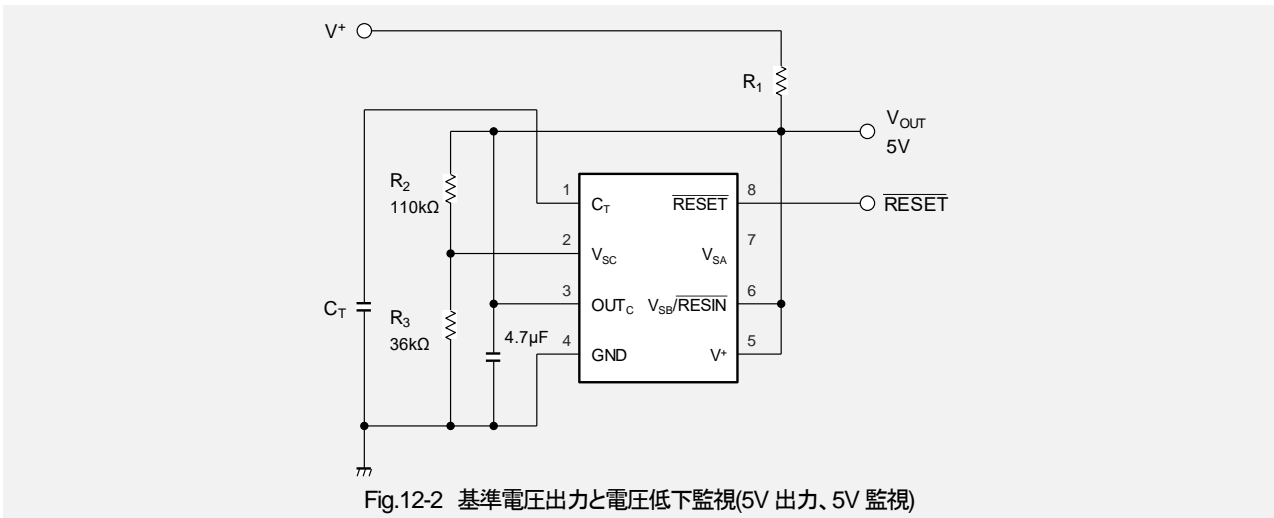

Fig.12-2 基準電圧出力と電圧低下監視(5V 出力、5V 監視)
- 基準電圧 V_{OUT} は次式より求められます。Fig. 12-2 の抵抗値の場合、約 5.0V です。